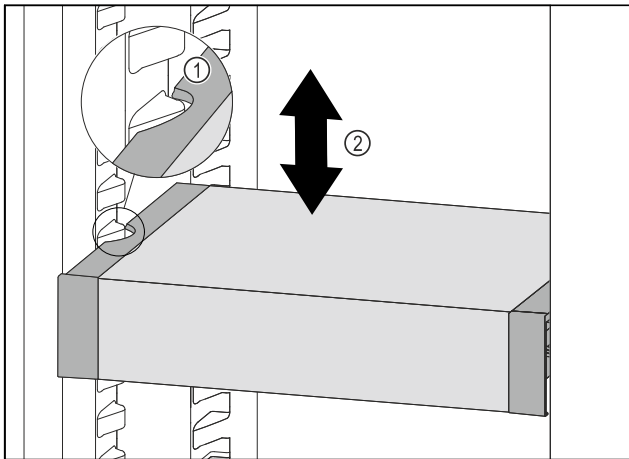

Fig. 99
- ▶ Тяните VarioSafe вперед, пока боковые выемки VarioSafe не окажутся на высоте выступа резервуара в холодильном отделении. Fig. 99 (1)
- ▶ Двигайте VarioSafe в холодильном отделении вверх или вниз, пока не будет достигнута требуемая высота. Fig. 99 (2)